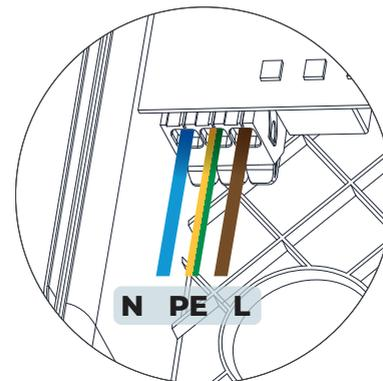

Fig. 8 - Sequenza dei fili del cavo di alimentazione
16. Inserire i 3 fili del cavo di alimentazione nei connettori WAGO™ montati sul PCB e chiudere ogni leva del connettore. Assicurarsi che i fili siano completamente inseriti nei connettori; non devono essere visibili parti spellate dei fili o dei trefoli (protezione elettrica contro il contatto diretto). Un collegamento errato può provocare un contatto improprio, con conseguente rischio di incendio. **(Fig. 8)**